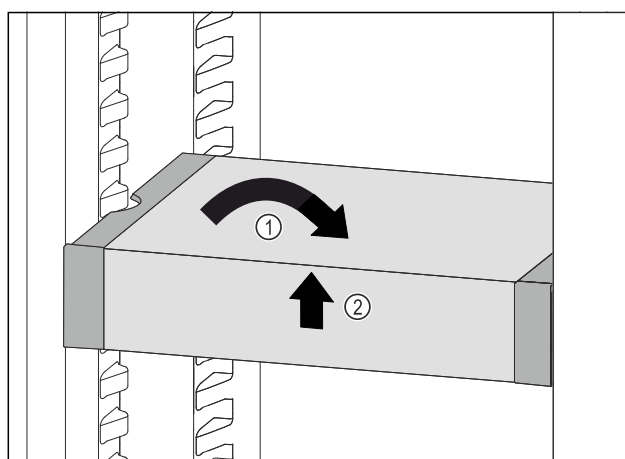

Fig. 84
- Collocare VarioSafe in maniera dritta. Fig. 84 (1)
- Sollevare VarioSafe dal lato anteriore. Fig. 84 (2)